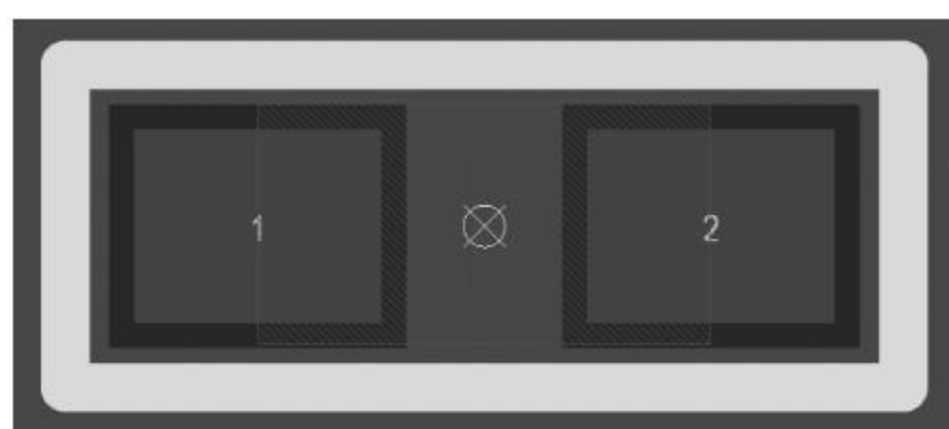

图 3-58 绘制好的 3D 模型
- (4) 设置好参数后,按照实际尺寸绘制 3D 元件体,绘制好的网状区域即 0603R 的实际尺寸,如图 3-58 所示。